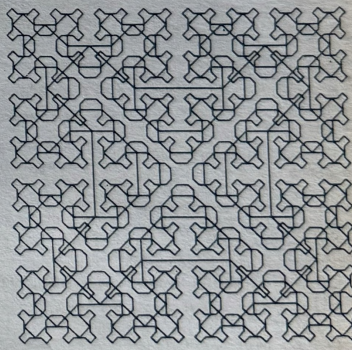

Fig. 5: Sierpinski-Kurven S(1),...,S(4) (übereinander gezeichnet)
2. Sierpinski Kurven Das Muster in Fig. 5 zeigt eine Überlagerung von 4 komplexeren Kurven, den sog. Sierpinski Kurven (Polnischer Mathematiker). Bezeichnen wir diese mit S(1), S(2), S(3), S(4),...,S(n) (vgl. die Fig. 6 und 7). Der wesentliche Unterschied zu den Hilbert-Kurven ist ihre Geschlossenheit. Und damit haben wir auch schon den Algorithmus. Die Basisurve muß offen sein, und die Verbindung darf nicht zur Rekursion selbst gehören! Diese 4 Verbindungsstrecken befinden sich in den äußeren 4 Eckstücken. Das Rekursionsschema sieht dann folgendermaßen aus: